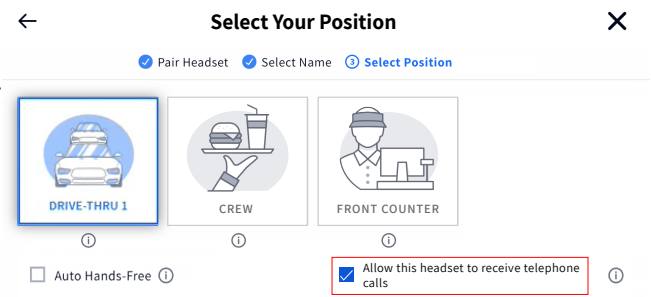

Fig. 11.5
4. Lorsque la boîte de dialogue Sélectionnez votre Position apparaît, sélectionnez une position et cochez la case correspondante : Autorisez le casque à recevoir des appels téléphoniques. Voir la figure 11.5. (Étant donné qu'un seul casque peut être désigné pour recevoir des appels téléphoniques, le fait de cocher la case fait sortir de ce mode tout casque précédemment attribué).